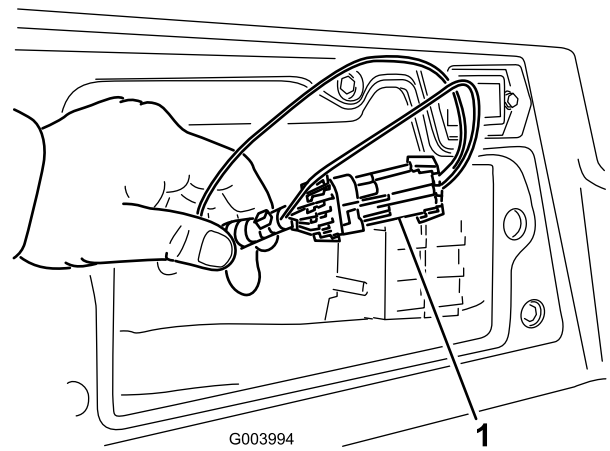

Figura 50
3. Localize os fios e os conectores junto ao controlador (Figura 50).